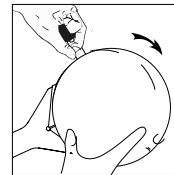

Figura 5
2. Para retirar el plato, introduzca la llave plana entre el plato y la campana. Sujete el tornillo con la llave plana y desatornille el plato-ver figura 5.